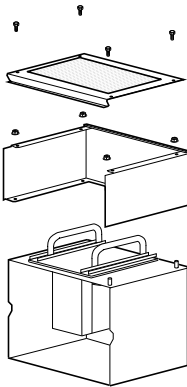
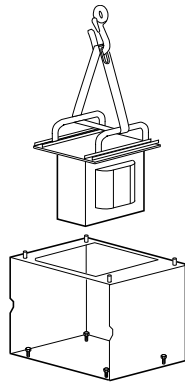

Abbildung 2
Abbildung 3
**1** Demontieren Sie zur späteren Installation zunächst die Einzelteile der DC-Drossel (Abbildung 2) und entfernen Sie die Drossel mit Hilfe eines Hebezeugs (Abbildung 3).
**2** Lösen Sie die Befestigungsschrauben (Abbildung 3) der Drosselhalterung auf der Palette.
1 Demontieren Sie zur späteren Installation zunächst die Transformatoren (Abbildung 2) und entfernen Sie diese mit Hilfe eines Hebezeugs (Abbildung 3).
2 Lösen Sie die Befestigungsschrauben (Abbildung 3) der Transformatorhalterung.